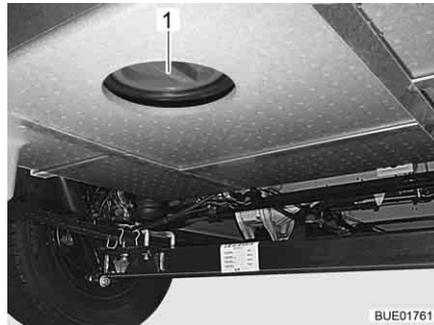

Fig. 265 Orificio de limpieza del depósito de aguas residuales
- Abrir el orificio de limpieza (Fig. 265,1) del depósito de aguas residuales y la llave de desagüe.